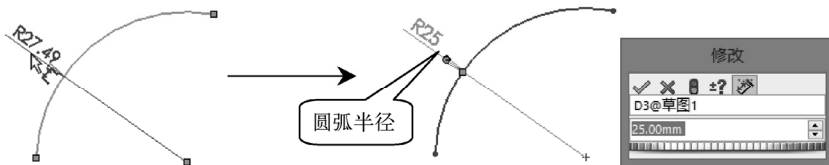

图 2-169 标注圆弧半径尺寸
- **标注圆弧半径:** 单击“草图”工具栏中的“智能尺寸”按钮, 单击圆弧, 移动鼠标拖出半径尺寸, 再次单击确定尺寸的放置位置, 并在弹出的“修改”对话框中设置正确的圆弧半径值, 即可标注圆弧半径, 如图 2-169 所示。